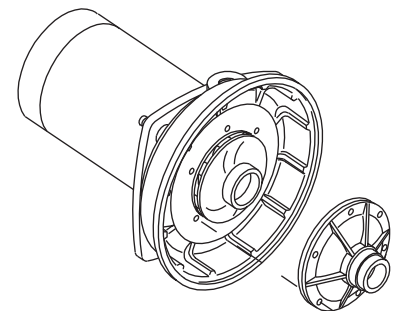

Figura 6
4. Saque los cinco tornillos y arandelas que sujetan al difusor en la placa de estancamiento. (ver Figura 6).